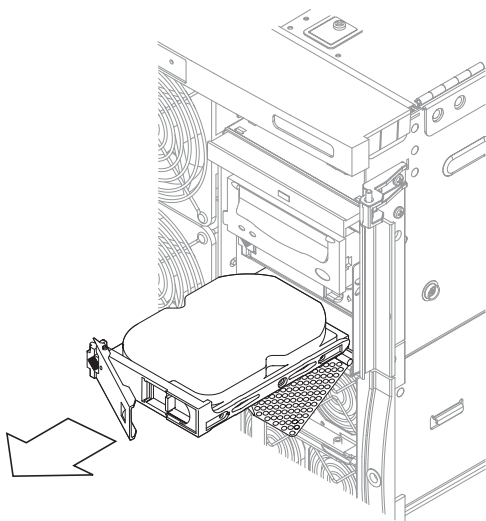

図 6-4 ハードディスクドライブの取り外し
9. ドライブハンドルを持ち、ドライブをドライブベイから取り外します (図 6-4)。ハードディスクドライブを取り出すと、ドライブの背面のコネクタが切り離されます。